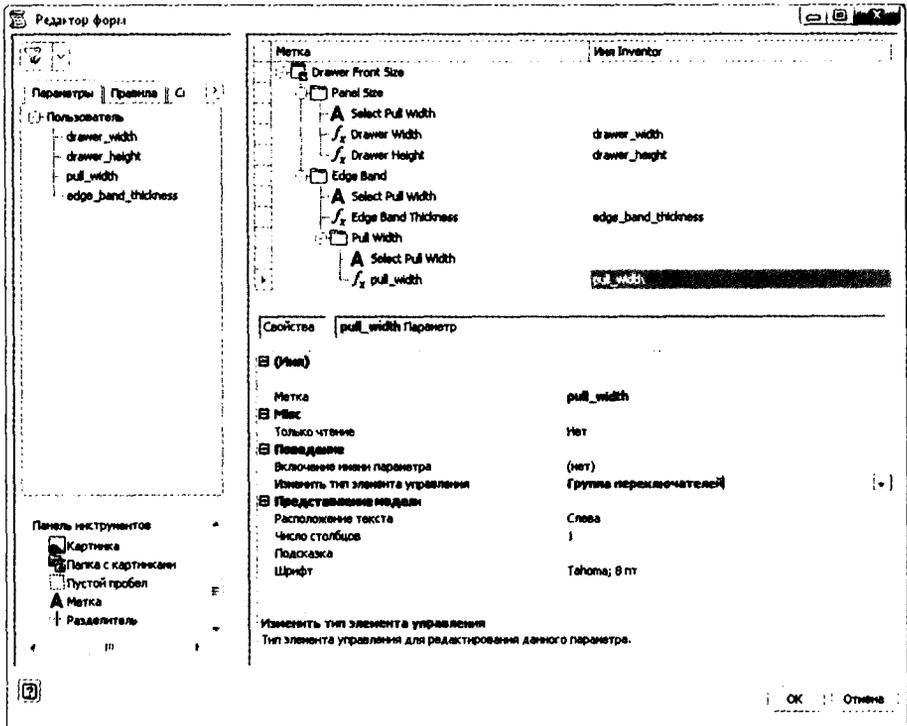

Рис. 15.31. Редактирование формы для добавления управления размером вытягивания
- Выберите **Изменить тип элемента управления**, измените значение с **Поле со списком** на **Группа переключателей** при помощи выпадающего списка, как показано на рис. 15.31.